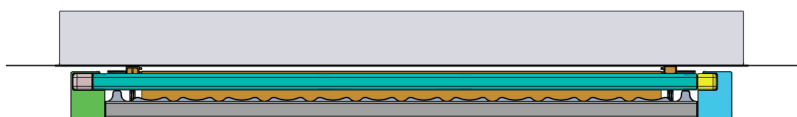
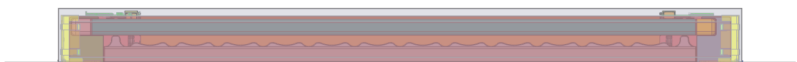

图 14
图 15
- 13、按上升键，剪刀架和衣杆会上升到如图14状态，只有长按上升键才能让机器上升到内嵌框齐平，如图15。